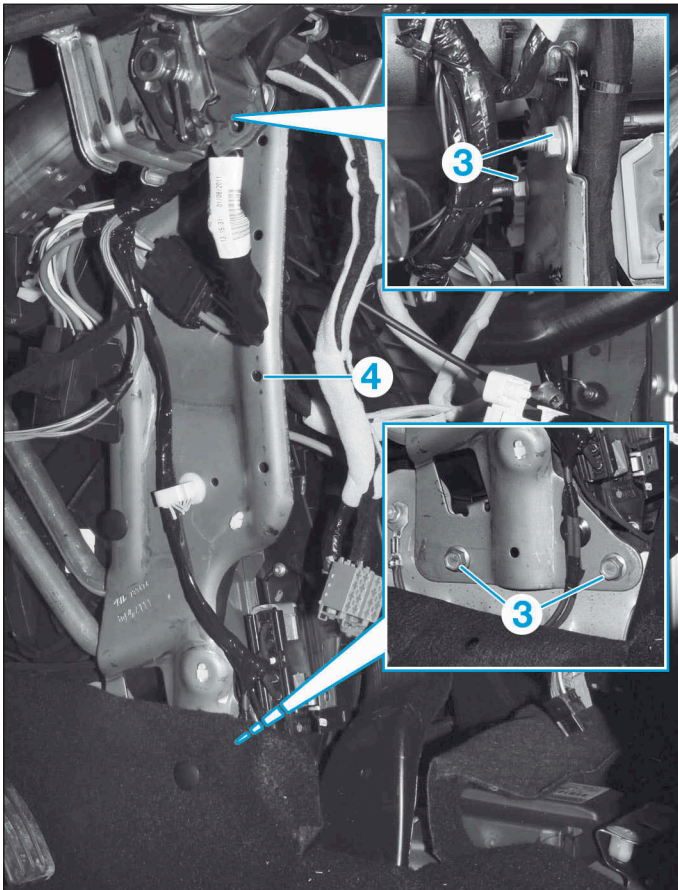

FIG.17
- Déposer les vis (3) puis le renfort (4) (Fig.17).